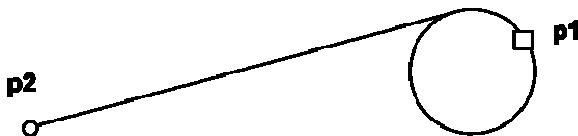

Рис. 1.11. - Построение отрезка, касательного к окружности
3) Касательный отрезок через внешнюю точку: а) указать графическим курсором кривую (точка **p1**), к которой должна быть проведена касательная прямая; б) указать графическим курсором точку **p2**, через которую проходит касательная прямая (рис. 1.11).